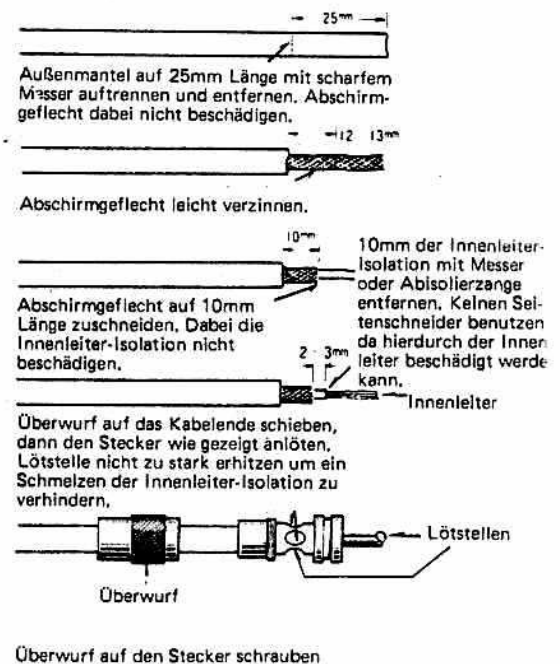

Fig. 6
- (2) Eine Außenantenne ist an die Coaxbuchse des Transceivers anzuschließen. Dabei muß die serienmäßige Teleskopantenne ganz in das Gehäuse eingeschoben werden. Fig. 6 auf Seite 9 zeigt den Anschluß des erforderlichen UHF-Coaxsteckers (Typ PL-259) an die Antennen-Speiseleitung.